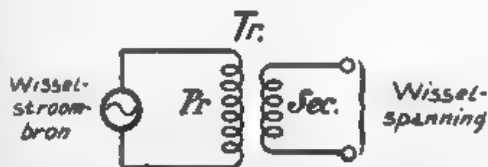

Fig. 46. De wisselstroom, die door de primaire wikkeling *Pr* loopt, induceert een wisselspanning tusschen de klemmen van de secundaire wikkeling *Sec.*
W. — De transformator is een oude bekende van je, van wien je echter den naam niet weet. Zoo noemt men namelijk twee door inductie gekoppelde spoelen. Nu, je weet, dat als door de eerste spoel een veranderlijke stroom loopt, in de andere spoel een stroom van denzelfden vorm wordt geïnduceerd. Als die tweede spoel „open” is (d. w. z. door geen enkelen weerstand is gesloten), zal er geen inductiestroom in loopen, maar alleen een inductiespanning ontstaan. Als dus door de eerste spoel (de *primaire wikkeling* genaamd) een wisselstroom loopt, zullen in de tweede spoel (de *secondaire wikkeling*) de electronen zich voortdurend verplaatsen in het rythme van den inducerenden stroom en zoo overeenkomstige wisselspanningen veroorzaken tusschen de uiteinden van die wikkeling (fig. 46).